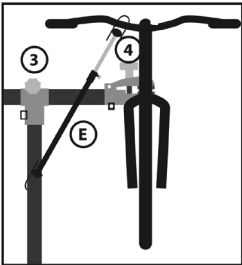

Bild 4
Um unbeabsichtigte Bewegungen der Vorderradgabel zu verhindern, kann der Lenkerhalter (E) verwendet werden. (siehe Bild 4). Der Lenkerhalter wird mit seinen Gurtschlaufen am Lenker und am senkrechten Rohr des Montageständers befestigt. Dazu den Gurt um die entsprechenden Rohre legen und zuknöpfen. Der Lenkerhalter ist in der Länge verstellbar. Dazu die Feststellschraube lösen, den Halter auf die gewünschte Länge bringen und die Befestigungsschraube wieder festziehen.